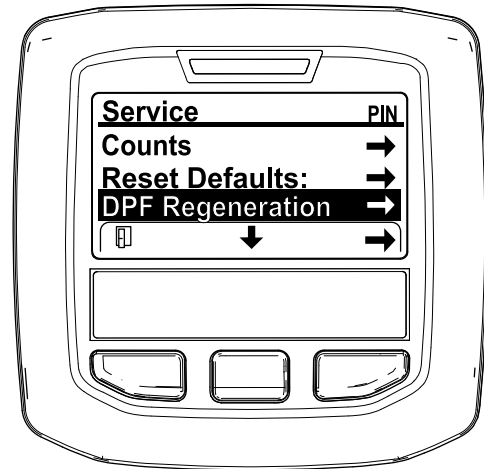

**Bild 39**
2. Navigieren Sie auf das HAUPTMENÜ, drücken Sie die mittlere Taste, um auf das Menü SERVICE zu navigieren; drücken Sie die rechte Taste, um die Option SERVICE auszuwählen (Bild 39).